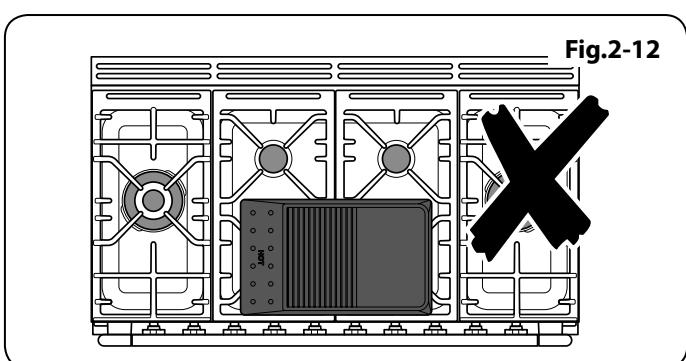

Fig.2-12
- ⚠ NE LA PLACEZ PAS transversalement – elle sera mal placée et instable. (**Fig.2-12**).**